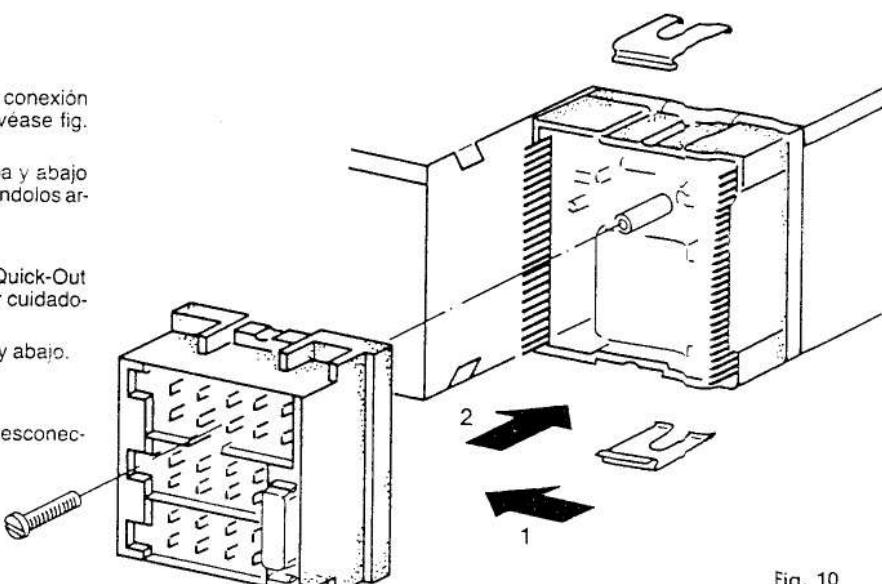

Fig. 10
3. Anschlußkästchen für Quick Out-Betrieb Seitenrichtig und parallel zum Gehäuse ansetzen und vorsichtig eindrücken, siehe Fig. 10.
3. For insertion for Quick-Out operation, position the connection box with the sides in the correct position and parallel to the cabinet, and push it in carefully, see fig. 10.
3. Placer la boîte de jonction pour le service Quick-Out avec la face correcte parallèlement au boîtier et presser avec prudence, voir fig. 10.
3. Hay que colocar la caja de conexión para el servicio Quick-Out con el lado correcto paralelamente a la caja y apretar cuidadosamente, véase fig. 10.